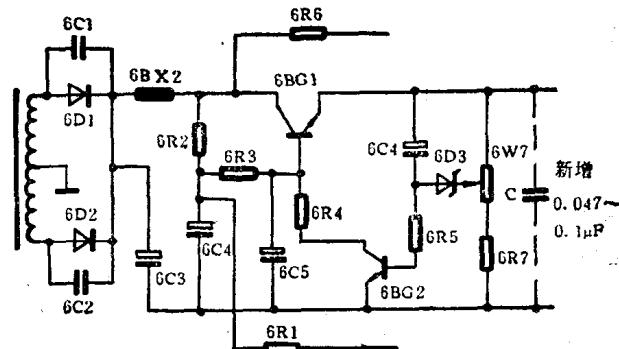

图 1-8
2. 检查稳压电源电路。对原机电源电路中各元件进行全面的检查，未发现有元件损坏或失效(相关电路见图1-8所示)。在查找故障的过程中，偶然想起：替换维修电源输出端接有一只 $0.1\mu F$ 的高频滤波电容，而这台故障机电源输出端却未接有这种高频滤波电容，考虑故障是否是因电源电路高频滤波不良引起的呢？从这一思路出发，试用一只 $0.1\mu F/160V$ 金属膜电容并在故障机的12V电路输出端与地之间(见图1-8中虚线所示)，结果，行不同步现象消失，故障排除。